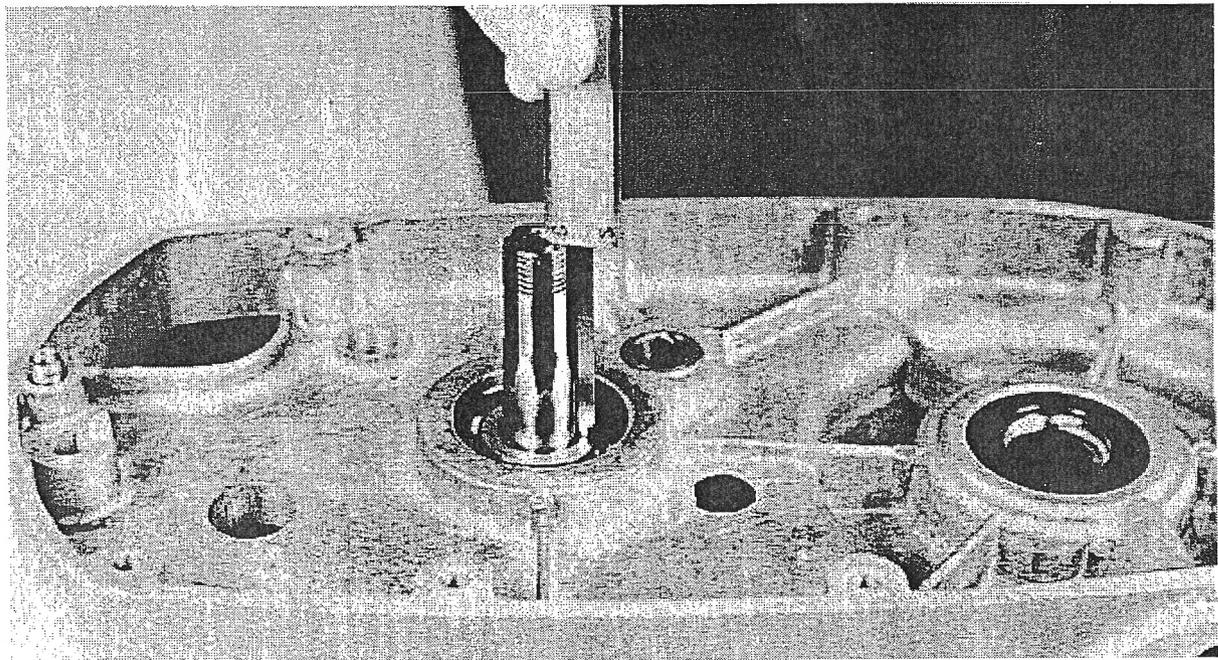

FIG. 55
12. No necesitas la pieza de metal para comprobar el eje principal. Pon la punta del calibre en el eje y mide la distancia al aro interno del rodamiento (Fig 55).
16. Instala las horquillas en su eje en el orden adecuado como vemos en la Fig 55a. Coloca los dos clips asegurándote de que las caras redondeadas quedan mirando hacia dentro y las rectas hacia el exterior como vimos en el párrafo 13 de la sección 3 de este capítulo.